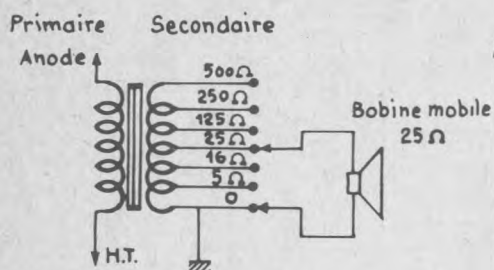

Fig. 1 - Un haut-parleur de 25 Ω
① Fig. 1 et 2 - Circuits correcteur pour radio et pick-up piézo-électriques
Dans le cas d'un seul haut-parleur, si la bobine mobile présente une impédance existant dans les valeurs que comporte le transformateur de modulation, il n'y a aucun problème et la solution est immédiate; cas imagé en figure 1. Si par exemple le haut-parleur avait fait ici 100 ohms, on l'aurait relié à la prise 125 ohms. Il est toujours préférable d'utiliser une prise de valeur plus forte plutôt que plus faible lorsque l'identité exacte n'existe pas.